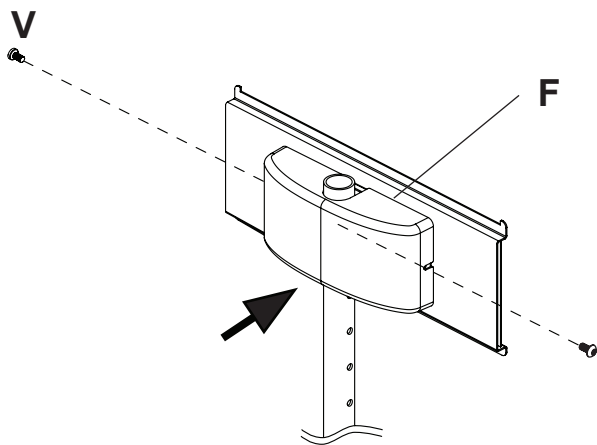

FIGURE 6.1
- 6** Fixez le couvercle supérieur (**F**) à la plaque de support adaptateur (**Q**) avec deux M5 x 10 mm vis à tête creuse (**V**) comme le montre la figure 6.1.